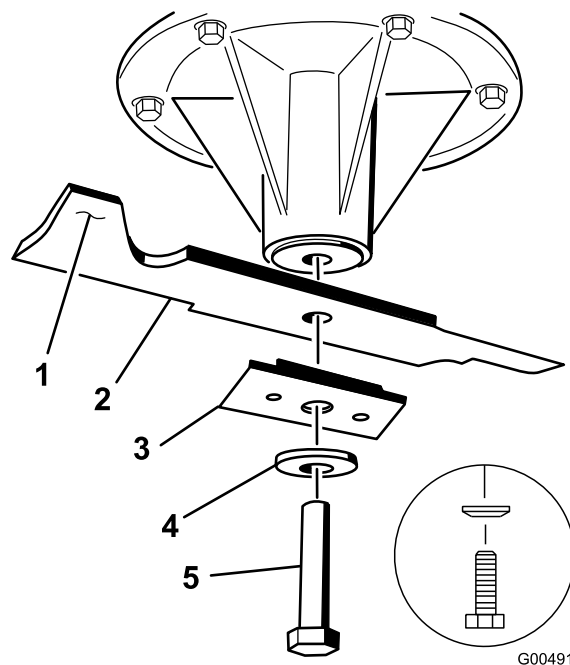

Figure 75
3. Sur les plateaux de coupe de 36 et 52 pouces, montez la lame, le renfort, la rondelle bombée et le boulon de lame (Figure 75).